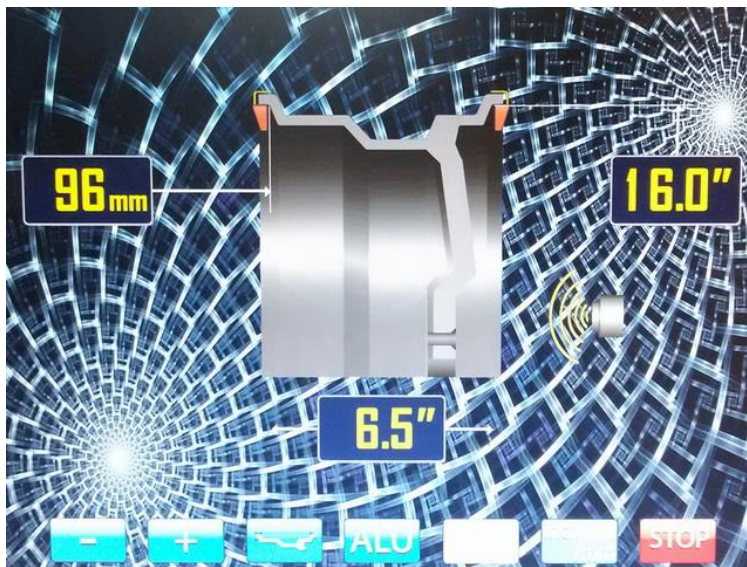

Рис. 10.2.
При включении питания СБ автоматически устанавливается исходный параметр « b », записанный в памяти СБ, который можно проконтролировать, нажимая кнопку A , d , b (кнопка 3 на рис.10.2.)
11.2. . Данная модель СБ снабжена устройством, позволяющим автоматически вводить диаметр колеса и дистанцию до колеса. Для этого необходимо, взяв за рукоятку, вытянуть из корпуса СБ штангу ввода параметров, подвести палец на конце рукоятки к месту установки корректирующих грузов на внутренней стороне диска (см. рис. 10.1) и удерживать штангу в этом положении до появления звукового сигнала, после чего вернуть штангу в исходное положение. При этом экран основного рабочего режима сменится на экран ввода геометрических параметров колеса (рис.10.2). В левом верхнем окне отображается введенная дистанция в мм до плоскости установки балансировочных грузиков с внутренней стороны диска колеса. В правом верхнем окне отображается введенная величина диаметра диска колеса. В нижнем окне отображается ширина диска колеса. В правой части экрана появится изображение УЗ датчика (рис.10.2).
В этом режиме функционируют кнопки « \leftarrow » и « \rightarrow » для ввода ширины диска, а также для коррекции диаметра диска и дистанции от корпуса СБ до колеса, если требуется их ручная коррекция. Переключение кнопок « \leftarrow » и « \rightarrow » для коррекции диаметра и дистанции осуществляется кнопкой A , d , b (кнопка 3 рис.10.2), при этом корректируемая величина выделяется красным цветом,
. Введите геометрические параметры колеса как описано в п. 11.2 или 11.4. На экране ввода геометрических параметров отображается стандартная балансировка грузами на пружинках (рис.10.2.).